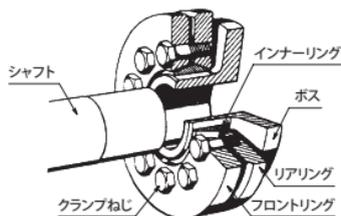

図11
1. クランプディスクのフロントリング、リアリング、インナーリングのテーパ面には予めグリス(モリブデン二硫化物)を塗布していますがそのまま使用してください。シャフト・ボスなどの接触部を清掃し、薄くオイルを塗布してください。但し、**(注) モリブデン二硫化物や極圧添加剤入りのオイルやグリスは厳禁です。(図11)**